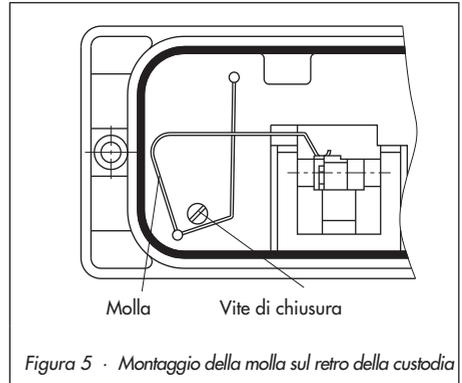

Figura 5 · Montaggio della molla sul retro della custodia
7. Rimuovere la vite di chiusura sul retro del posizionario (figura 5) e chiudere l'uscita laterale della pressione di regolazione "output" con il tappo di chiusura (vd. accessori).
8. Montare il posizionario in modo tale che la guarnizione di tenuta situata all'interno del foro del castello dell'attuatore copra il foro sulla piastra intermedia (15).
Per inserire correttamente l'astina di trasmissione (27a) all'interno della staffa (28), montare la molla fornita con gli accessori sul retro della custodia del posizionatore come indicato in figura 5.
Affinchè il rullino possa poi poggiare in sicurezza sul disco a camma, montare la molla fornita con il kit accessori 1400-6660, come indicato in figura 5, sul retro del posizionatore.